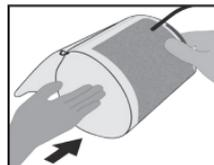
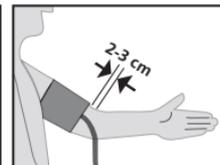

Bild 1
Bild 2
- Schieben Sie die Manschette über den Oberarm (Bild 1), bis die Unterseite der Manschette 2-3 cm oberhalb der Armbeuge liegt (Bild 2).